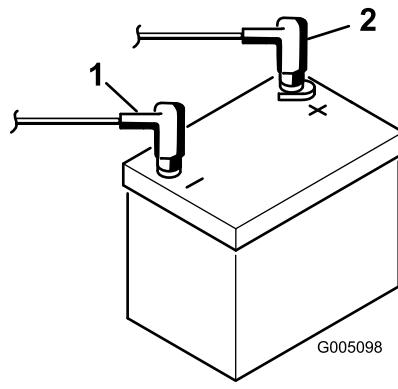

図8
2. スタータからの赤い(+)ケーブルを(+)端子に固定する(図8)。レンチで締め付けて固定し、ワセリンを塗布する。ケーブルが擦れて磨耗するような配線はさける。座席の最後部でケーブルを傷つけることがあるので特に注意すること。